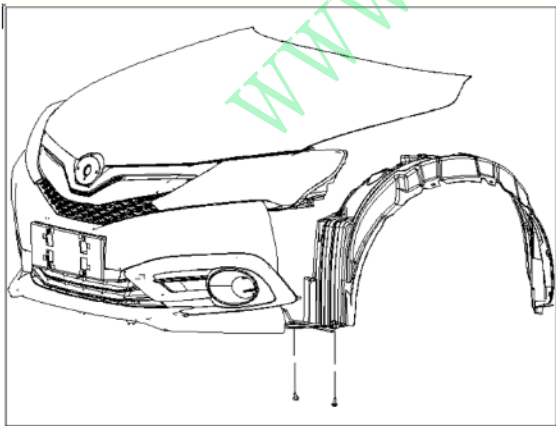

图 4-8-1-3 前轮挡泥板的拆卸
(1) 使用十字螺丝刀或 8# 套筒拆下左/右下方各 2 个螺钉，即可松开前保险杠与左/右前轮挡泥板搭接的 2 个安装点。如图 4-8-1-3 所示。其中，左右各 1 个螺钉为与发动机